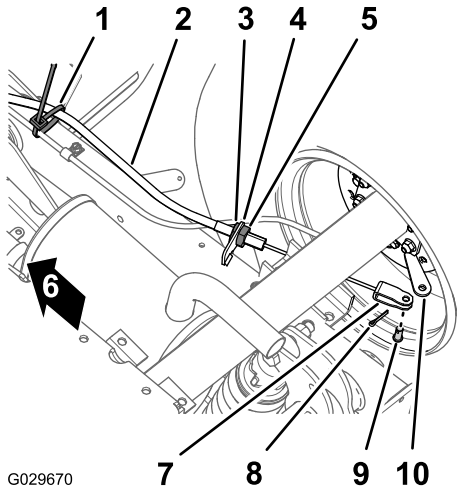

Рисунок 44
1. В нижней части автомобиля снимите кабельную стяжку, которая крепит трос стояночного тормоза к трубке рабочего тормоза (Рисунок 44).
- Нанесите отметку углового положения в виде черты на передней контргайке троса стояночного тормоза (Рисунок 44).
- Ослабьте заднюю контргайку и снимите трос с кронштейна троса тормоза (Рисунок 44).
- Снимите шплинт и шплинтуемый штифт, который крепит вилку троса стояночного тормоза к рычагу привода тормоза, и отделите трос от рычага (Рисунок 44).
1. Проложите резьбовой регулятор троса стояночного тормоза к кронштейну троса, а вилку к рычагу привода тормоза (Рисунок 44).
3. Совместите резьбовой регулятор троса стояночного тормоза с кронштейном троса и затяните заднюю контргайку (Рисунок 44).